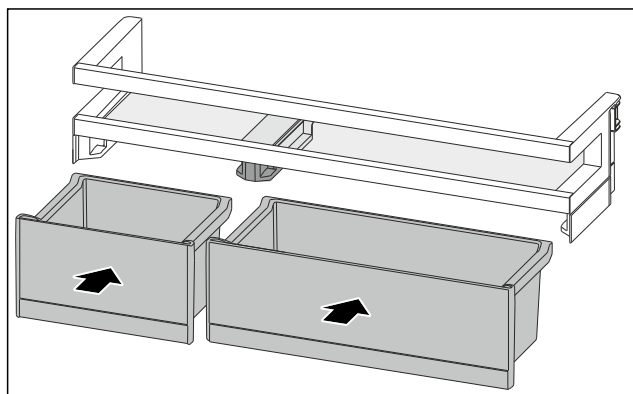

Fig. 225
- Indsæt VarioBox'erne i omvendt rækkefølge. (se Fig. 225)